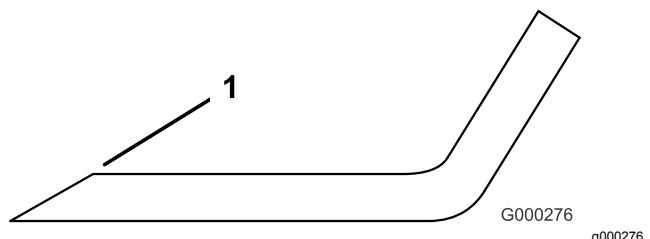

Figura 114
3. Esaminate l'affilatura di tutte le lame e affilate se risultano smussate o scheggiate (Figura 114).
Nota: Affilate soltanto la parte superiore del tagliente e mantenete l'angolo di taglio originale per garantire l'affilatura (Figura 114). La lama resta bilanciata soltanto se viene rimossa una quantità uguale di metallo da entrambi i taglienti.